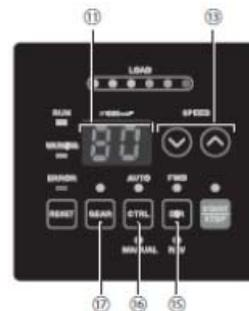
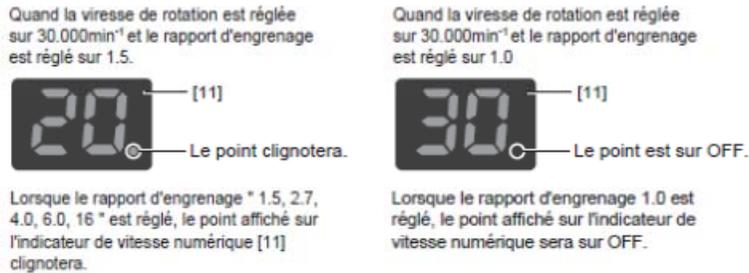

Fig. 25
Fig. 26
12 - 1 Sélectionnez le mode de contrôle (MANUEL / AUTO). (Sélectionner la touche de contrôle (CTRL) [16] voir figure 25.)
- Pour un fonctionnement par une source externe de signal, appuyez sur la touche de contrôle (CTRL) [16] voir figure 25 et sélectionnez le mode AUTO. La lampe rouge AUTO s'allumera.
- Sélection du sens de rotation du moteur (appuyer (DIR) [15] voir figure 25.)
- Sélection de la vitesse de réglage 500 tr/min (Appuyez sur les touche d'ajustement de vitesse moteur (SPEED ↑ - ↓) [13] voir figure 25.)
- (3) Réglage du rapport d'engrenage (Régler la touche de sélection de mode d'engrenage (GEAR) [17] voir figure 25.) Appuyez sur la touche de sélection de mode d'engrenage (GEAR) [17]. (La lampe GEAR s'allumera.) Vérifiez le rapport de réduction de la broche ou la combinaison de réducteur utilisée, sélectionnez le rapport d'engrenage approprié en poussant la touche d'ajustement de vitesse moteur (SPEED ↑ - ↓) [13]. L'indicateur de vitesse numérique [11] indiquera 5 rapports d'engrenage possibles. Les rapports suivants sont possibles : 1.0, 1.5, 2.7, 4.0, 6.0 et 16. Si le rapport d'engrenage est réglé sur un rapport autre que 1.0, le point affiché sur l'indicateur de vitesse numérique [11] clignotera. (Référez-vous à la figure 26.)
Appuyez sur la touche de sélection de mode d'engrenage (GEAR) [17]. (La lampe GEAR s'allumera.) Vérifiez le rapport d'engrenage de la broche ou la combinaison de réducteur utilisée, sélectionnez le rapport d'engrenage approprié en poussant la touche d'ajustement de vitesse moteur (SPEED ↑ - ↓) [13]. L'indicateur de vitesse numérique [11] indiquera 5 rapports d'engrenage possibles. Les rapports suivants sont possibles : 1.0, 1.5, 2.7, 4.0, 6.0 et 16. Si le rapport d'engrenage est réglé sur un rapport autre que 1.0, le point affiché sur l'indicateur de vitesse numérique [11] clignotera. (Référez-vous à la figure 26.)